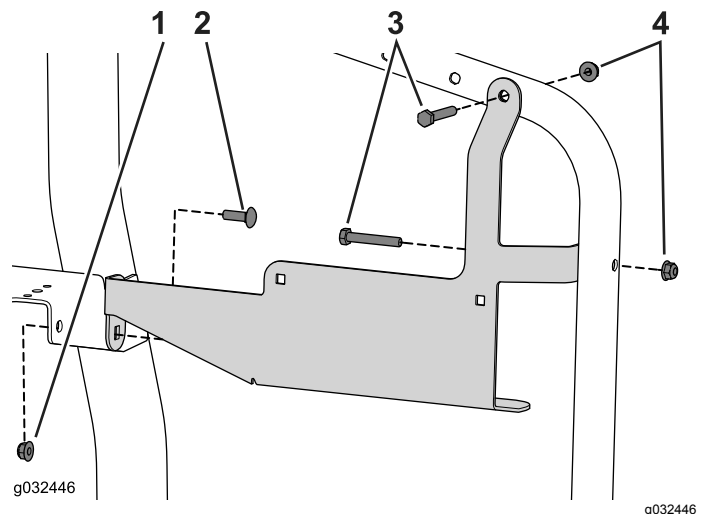

Bild 30
- Befestigen Sie die Halterung mit den drei Schlossschrauben (5/16" x 1") und drei Bundmutter am Rahmen (Bild 30).